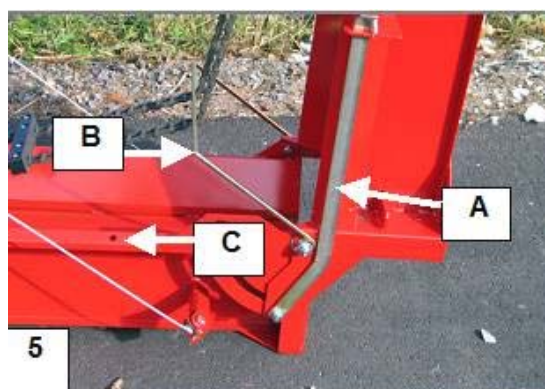

Bild 5. Uträtande av transportören 2/2
7. Avlägsna stöbygeln B för transportörkedjan, bild 5, samt sätt den i hålen C vid transportörens sida.
2. Sänk transportören på marken och fäst stöbygeln B för transportörkedjan, bild 5.